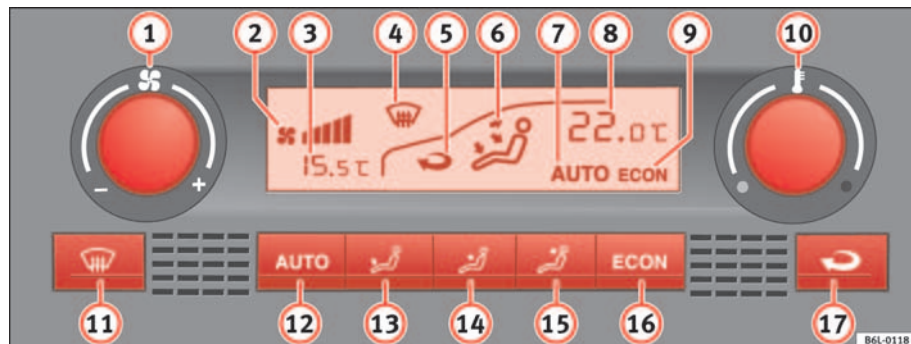

Abb. 95 In der Instrumententafel: Bedienungselemente Climatronic
- Drehen Sie den Temperaturregler ⇒ Seite 130, Abb. 95 , um die Temperatur einzustellen.
- Drücken Sie eine der Tasten bis ⇒ Seite 130, Abb. 95 **13** bis **15**, oder drehen Sie den Gebläseregler **1**. Die Anzeige **7** erlischt.
- Drücken Sie die Taste , um den Umluftbetrieb ein- oder auszuschalten. Er ist eingeschaltet, wenn das Symbol  ⇒ Seite 130, Abb. 95  im Anzeigenfeld erscheint.